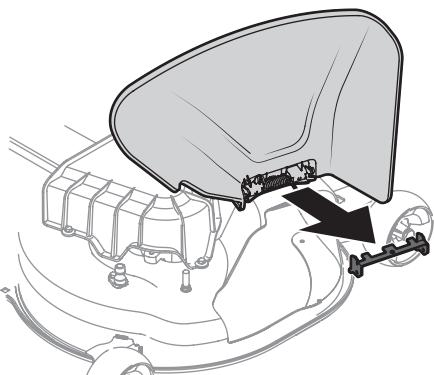

Figure 11
- Soulevez le déflecteur de la goulotte d'éjection afin de pouvoir dégager et retirer le support d'arrêt. Abaissez le déflecteur de la goulotte d'éjection et jetez le support d'arrêt (Figure 11).